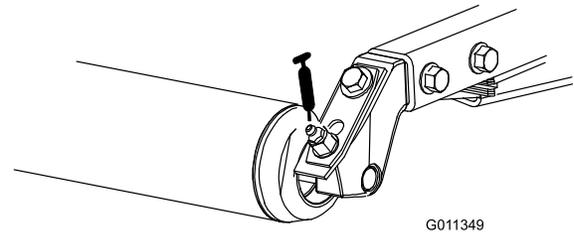

Bild 42
- Hintere Rollenlager (2 pro Mähwerk) (Bild 42)